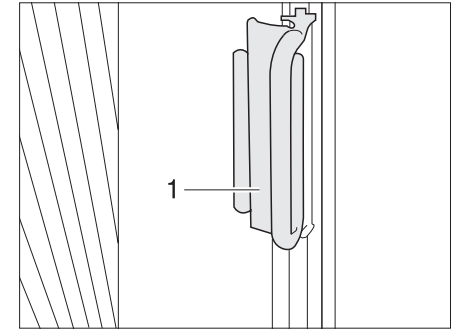

Fig. 4 Tendina oscurante pieghevole, bloccaggio
- ▶ Afferrare l'impugnatura (Fig. 4,1) delle tendine oscuranti pieghevoli su entrambi i lati del parabrezza e chiudere verso il centro del parabrezza tirando con prudenza finché il fermo magnetico non blocca la tendina oscurante pieghevole.
- ▶ Spingere l'impugnatura (Fig. 4,1) sul sopralz. La tendina oscurante pieghevole è ora bloccata.